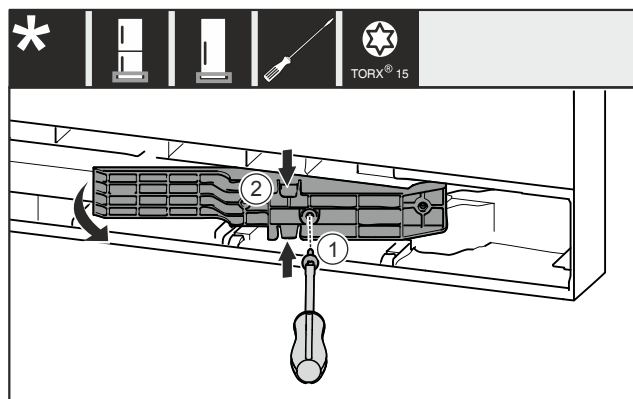

Fig. 22 \*
- ▶ Извлеките винт Fig. 22 (1)\*
- ▶ Слегка сожмите деталь адаптера Fig. 22 (2) сверху и снизу и извлеките ее.\*